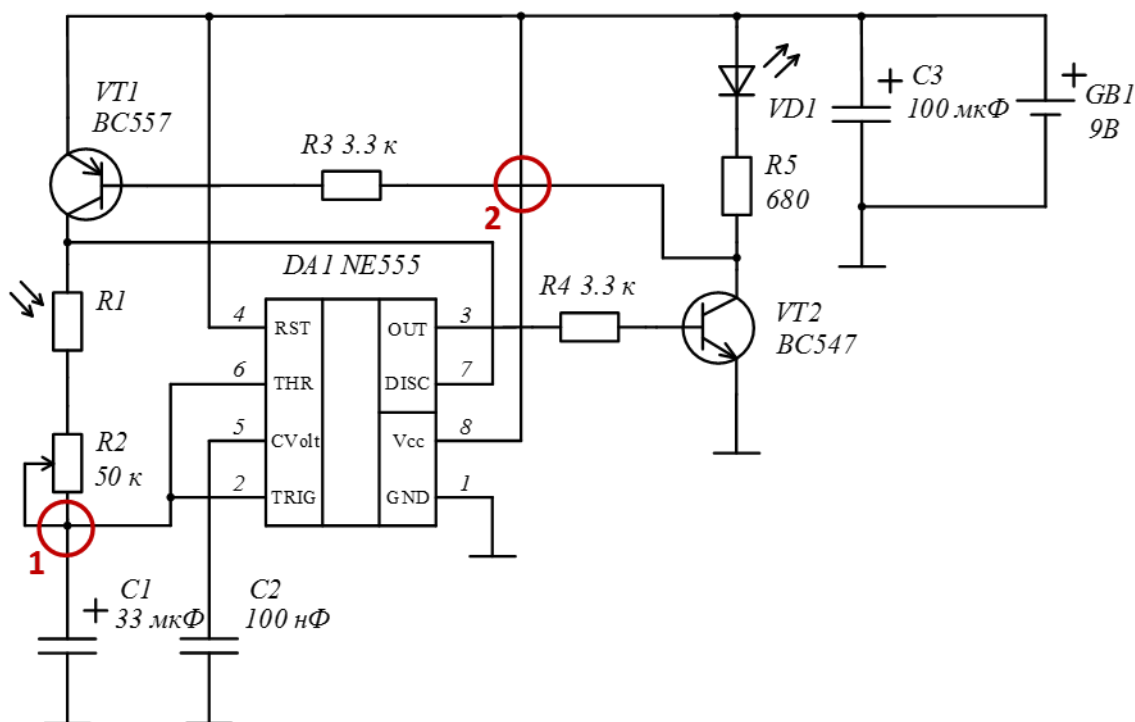

Рисунок 1.1 — Схема контролера освітленості
На рис. 1.1 наведено схему електричну принципову контролера освітленості в приміщенні.
Лінії, які з'єднують схемні позначення ЕК відповідають за електричні з'єднання їх між собою. Тобто по таких з'єднаннях протікає електричний струм. Якщо ці зв'язки на схемі перетинаються і в точці перетину є крапка (рис. 1.1, червона мітка 1), то між цими лініями є електричний зв'язок. Якщо ж в точці перетину крапки немає (рис. 1.1, червона мітка 2), то електричний зв'язок відсутній. Більш докладно про напрям протікання та величину струму в таких з'єднаннях вивчається в курсах «Основи теорії кіл» та «Схемотехніка».
Зважаючи на вищевикладене можна проаналізувати схему контролера освітленості (рис. 1.1), вона складається з:
6. Відібрати ті ЕК, які необхідні для реалізації схеми рис. 1.1